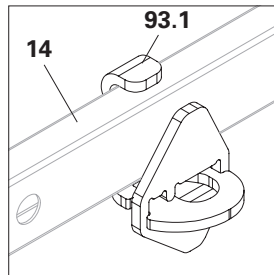

Fig. A11.06c
1. Appoggiare l'aggancio (**93.1**) del supporto corrente UHA (**93**) sul corrente orizzontale (**14**) e tenerlo con una mano. (Fig. A11.06c)